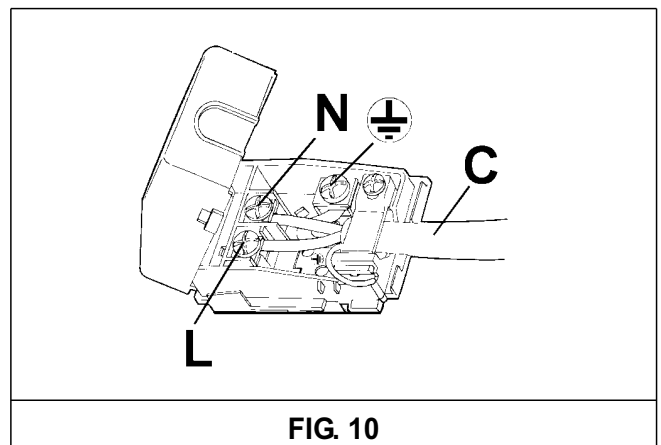

FIG. 10
- si el cable de alimentación "C" está desprovisto de enchufe (ver fig. 10), aplique un enchufe normalizado adecuado para la carga indicada en la etiqueta de identificación. Conecte los cables según el esquema de la fig. 10 prestando atención para respetar las siguientes correspondencias: